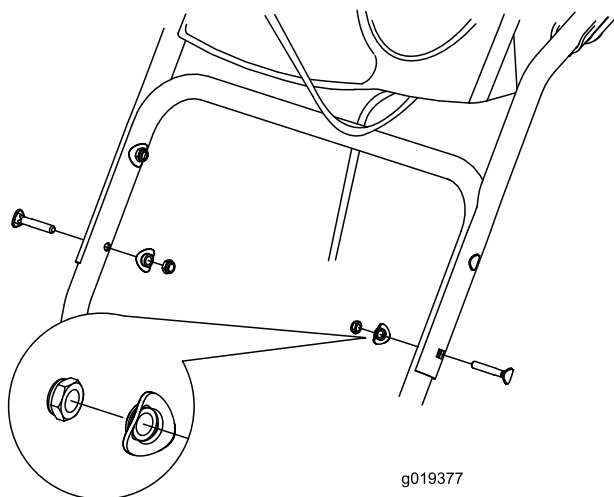

Figure 3
1. Soulevez et faites pivoter la partie supérieure du guidon pour la placer au-dessus de la partie inférieure (Figure 3).
2. Installez 2 boulons de guidon, 2 rondelles bombées et 2 contre-écrous dans les trous inférieurs du guidon (Figure 3).